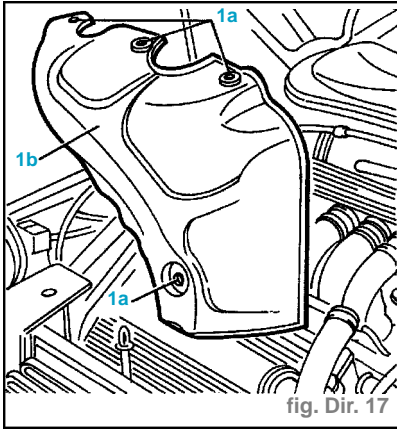

fig. Dir. 17
- Dévisser les vis de fixation (1a) et enlever le pare-chaleur (1b) du collecteur des cylindres gauche (fig. Dir. 17).